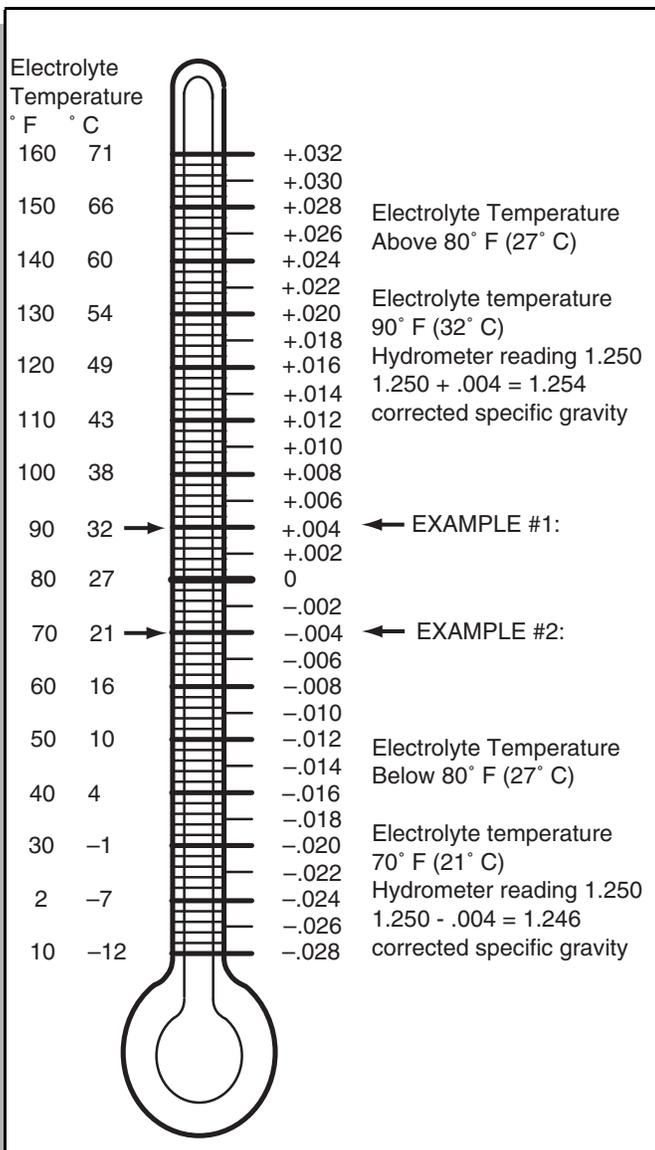

Fig. 21 Termometro de correcção de Hidrometro
- Adicione ou subtraia quatro pontos (.004) à leitura for cada (6°C) a temperatura do electrolyte é superior a (27° C). Adjuste a leitura para confirmar com a temperatura do electrolyte, ex, se a leitura indicar uma especifica gravidade de 1.250 e a temperatura do electrolyte for (32° C), adicione quatro pontos (.004) aos 1.250 o que dá uma correcta leitura de 1.254. O mesmo se a temperatura foi (21° C), subtraia quatro pontos(.004)dos 1.250 para obter uma correcta leitura de 1.246 (Ref Fig. 21 on page 20).